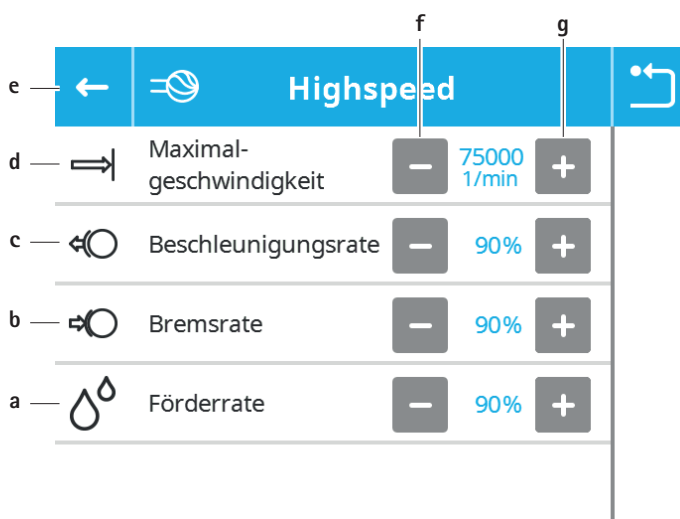

Abb. 10 Motoreinstellungen – gewählter Anwendungsteil-Typ
- Motoreinstellungen eines Anwendungsteil-Typs anzeigen/ändern: Schaltfläche des Anwendungsteil-Typs **a** betätigen. Das Untermenü des gewählten Anwendungsteil-Typs öffnet sich, siehe Abb. 10.